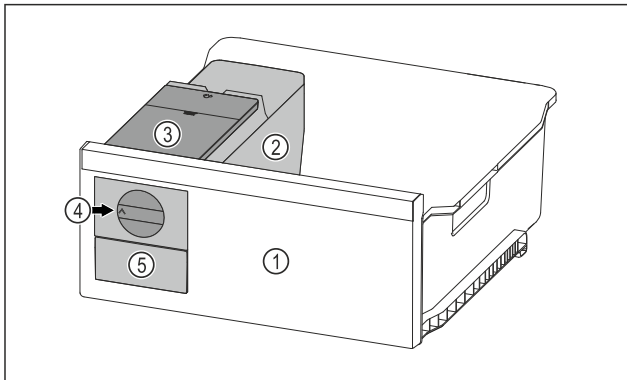

Fig. 71 Voorbeeld
- ▶ Draaiknop Fig. 71 (4) rechtsonder tot aan de aanslag draaien.
- ▷ Ijsblokjes vallen uit de ijsblokjeschaal in de ijsblokjeslade Fig. 71 (5).